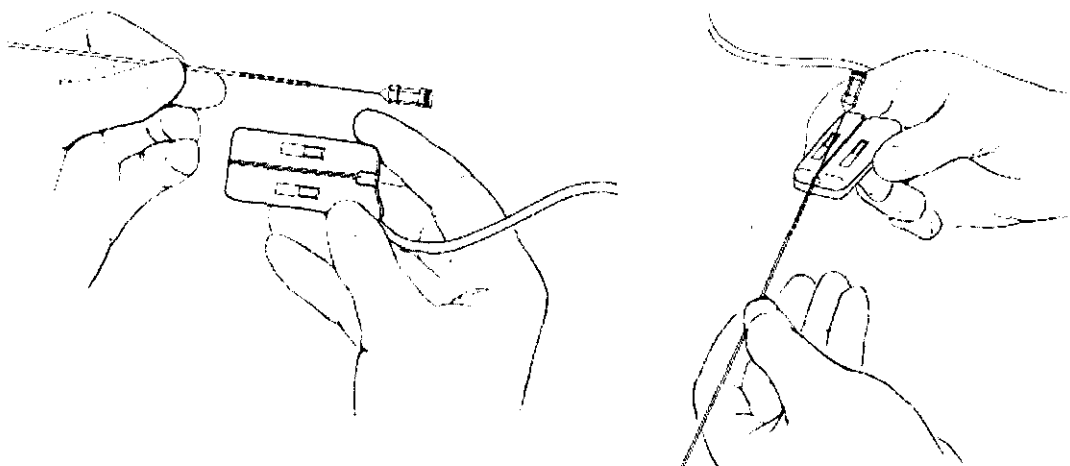

FIGURA 15
1. Inserte completamente el extremo de la derivación en el conjunto de conector del cable de prueba (consulte la Figura 15).